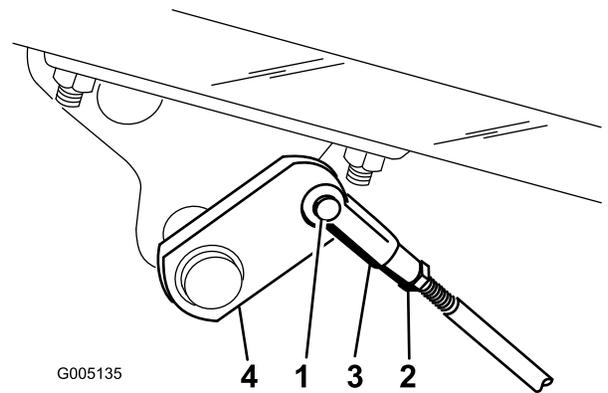

图44
- B. 松开锁紧螺母并相应调节U形销图44。
- C. 将U形销装回刹车轴图44。